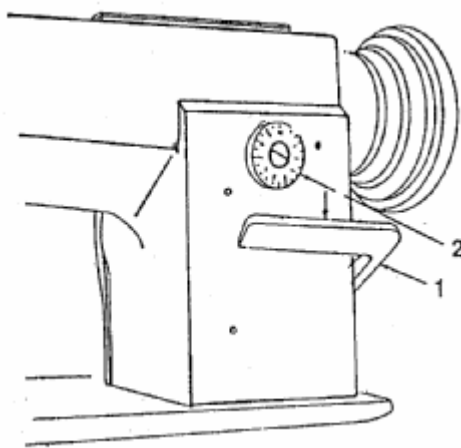

Рис. 12
РЕГУЛИРОВАНИЕ ДЛИНЫ СТЕЖКА И РЫЧАГ РЕВЕРСА ПОДАЧИ (Рис. 12)
1. Выверните винты (1) крепления крышки (2) и снимите крышку (2).
2. При нормальной регулировке метка (7) на кулачке (6) должна быть совмещена с V-образной канавкой (5) вала.
4. Сдвигая ручку регулирования длины стежка (1, Рис. 12) вверх и вниз поверните кулачок (6) и установите его у точки, в которой находятся игла и собачка транспортера. По завершении регулировки надежно затяните все винты.